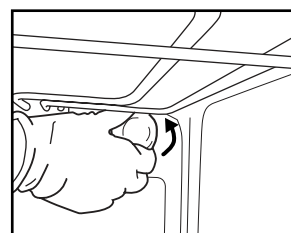

Fig. 6
2. Skru lampeglasset af (fig. 6), skift pæren ud (se bemærkningen angående type), og skru lampeglasset på igen.